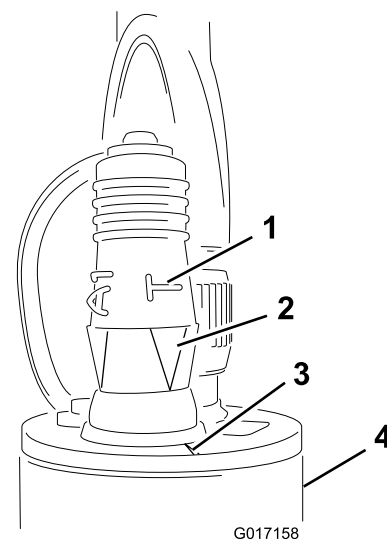

図 21
3. センサーにプログラミングプラグを取り付ける 図 21。
重要 側面の“T”の下にある矢印が、センサーの上面の縁についているノッチと整列していることを確認してください 図 21。